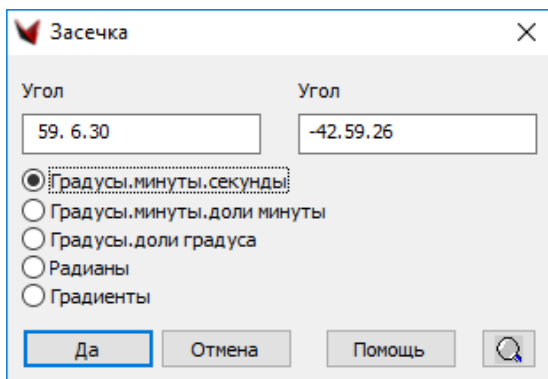

Рисунок 3.7 – Вікно введення кутів для обчислення засічки
4. З'являється вікно **Засічка [Засечка]**, де необхідно ввести кути для обчислення засічки та одиниці їх вимірювання (рис. 3.7). Після введення даних натискаємо кнопку **Так [Да]**.